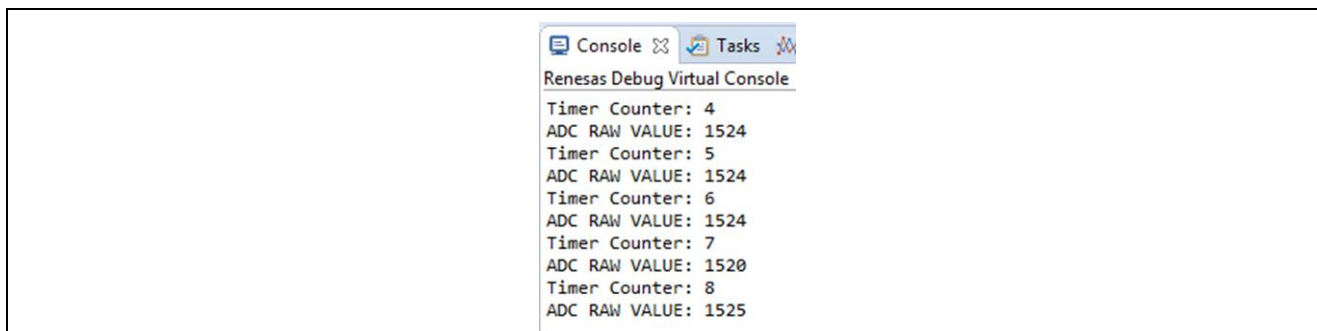

図 2.DTC HAL モジュールのアプリケーションプロジェクトのサンプル出力
8. 出力は、Renesas Debug Virtual Console (Renesas デバッグ仮想コンソール) に表示されます (図 2 を参照)。または、変数式を `[watch]` (ウォッチ) ビューに追加してください。